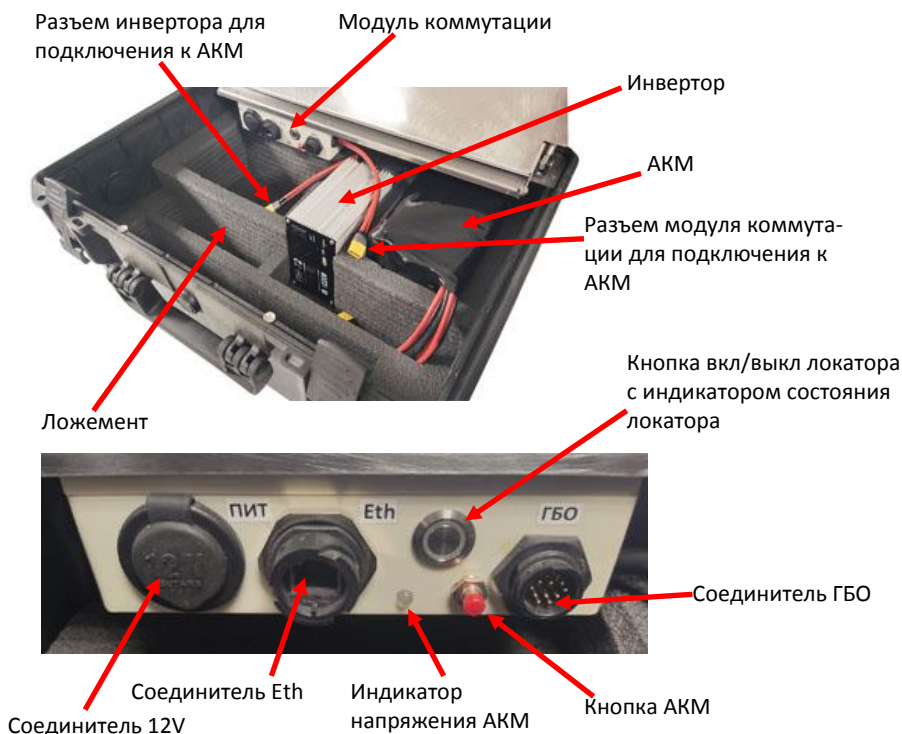

Рисунок 4. Расположение элементов комплекта
Под коммутационной панелью закреплен модуль коммутации. На модуле коммутации расположены (**Рисунок 4**):
- 13) нажать кнопку (см. **Рисунок 4**) для включения питания локатора (для локаторов, использующих внешнюю кнопку включения питания); убедиться, что локатор включился (см. РЭ на локатор)